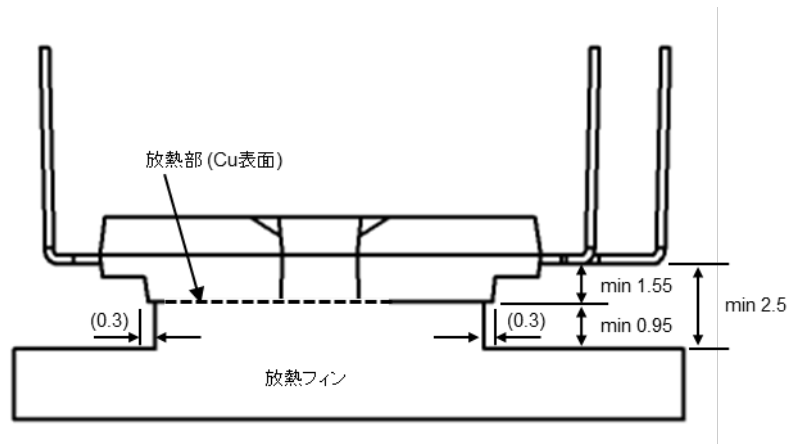

図 2-1-2 凸型放熱フィン使用時 (単位:mm)
- (1) V_{CC} 内蔵IGBTがスイッチングしていない状態で、P-N端子間に印加できる最大直流電源電圧。この電圧を超えるような場合は、ブレーキ回路等による制限をかける必要があります。
- (2) $V_{CC(surge)}$ 内蔵IGBTがスイッチングしている状態で、P-N端子間に現れるサージ電圧の最大定格値。この電圧を超えないように、スナバ回路の接続や母線のインダクタンスの低減が必要です。
- (3) V_{CES} 内蔵IGBTのC-E間に印加できる最大電圧定格。
- (4) $\pm I_C$ $T_C = 25^\circ\text{C}$ の条件で、通電可能な電流値です。パルス幅及び周期は、接合温度により制限されます。
- (5) T_j 最大瞬時接合温度は150 $^\circ\text{C}$ ですが、安全動作させるためのパワーサイクル寿命などを考慮して使用温度範囲を決定してください。
- (6) $V_{CC(Prot)}$ 内蔵のIGBTが短絡や過電流状態になった場合に、IPMの保護機能によってIGBTを安全に遮断できる最大電源電圧。この条件を超えると保護できず、素子破壊に至る可能性が高くなります。
- (7) 絶縁耐圧 絶縁耐圧は、下図で示す全端子(ショート)と放熱面のCu表面との絶縁耐圧です。絶縁耐圧は、2000Vrmsとなりますが、図2-1-2のように端子-放熱フィン間の距離を確保する(2.5mm以上推奨)ために凸型の様な放熱フィンを使用した場合、絶縁耐圧2500Vrmsを満足します。